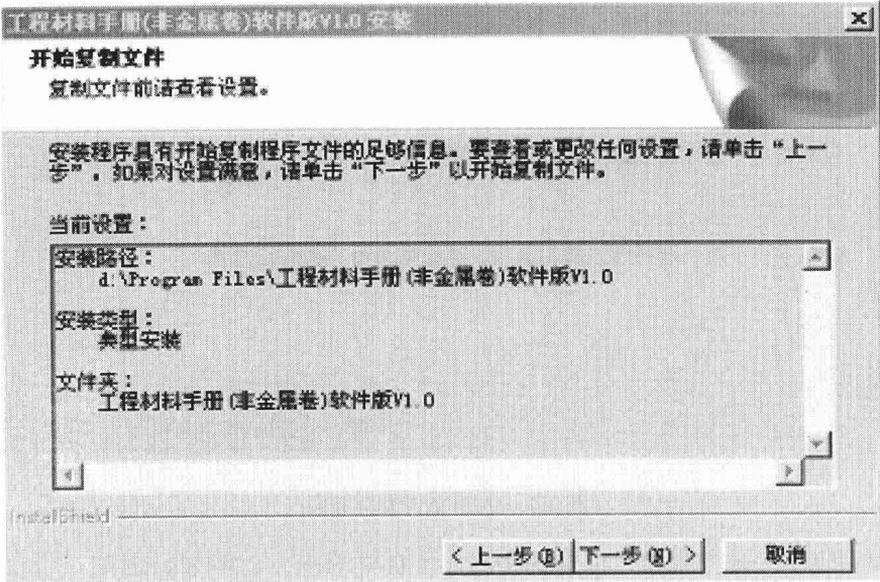
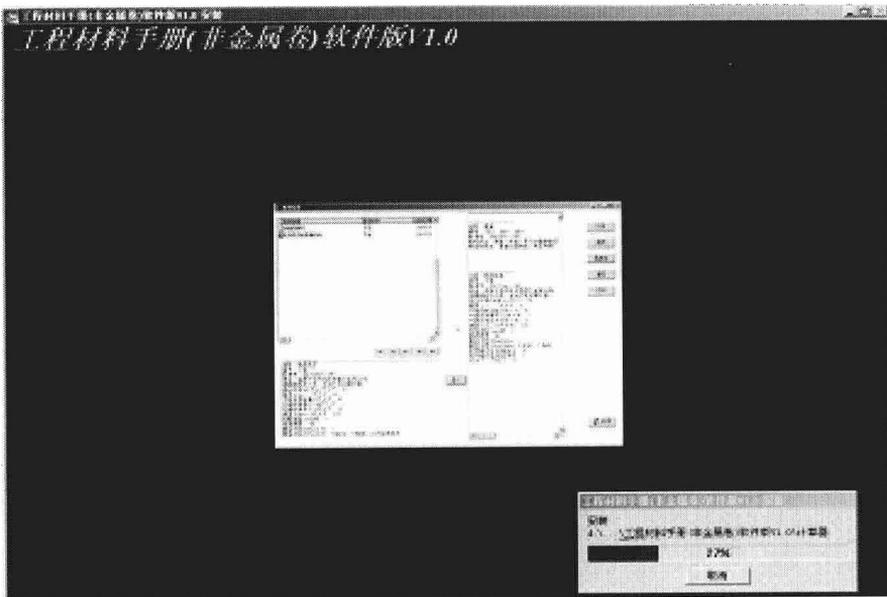

图 1.9 查看设置界面
图 1.10 显示安装进度界面
(9) 单击“下一步”按钮，安装程序将把软件复制到硬盘上，时间的长短取决于用户选择的安装类型。在复制文件前请查看设置界面，如图 1.9 所示。如果对设置满意，单击“下一步”按钮。在安装程序复制文件的过程中，使用进度条来显示安装进行的百分比，并提示安装复制的文件和目录，如图 1.10 所示。在安装过程中，随时可以单击“取消”按钮退出安装程序。